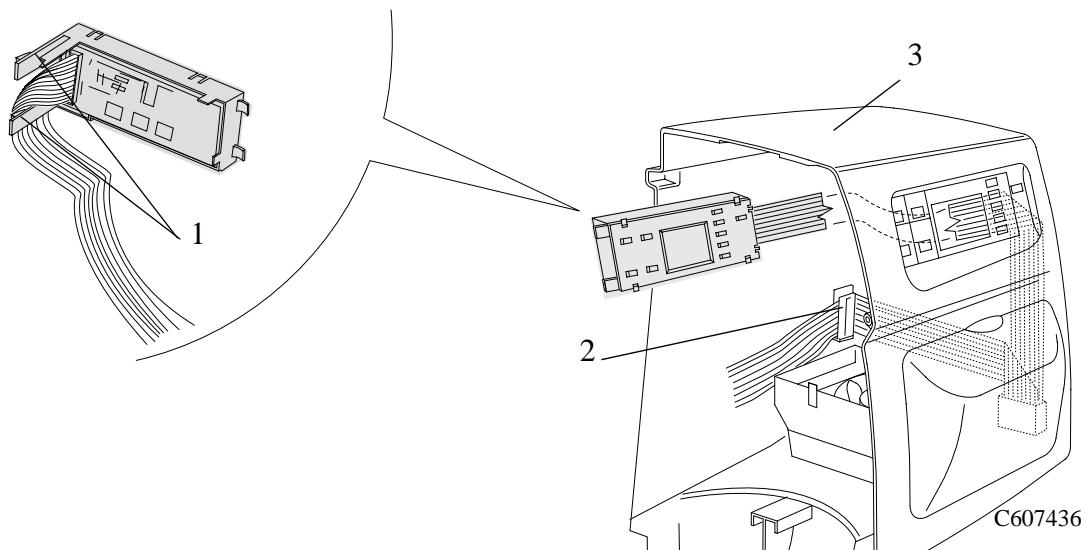

図 2: フロントパネル
- 2 右側カバー(部品3)の内側の固定クリップ(部品1)とケーブルクランプ(部品2)をゆるめると、フロントパネルアッセンブリとフロントパネルアッセンブリケーブルを取り外すことができます(図2参照)。